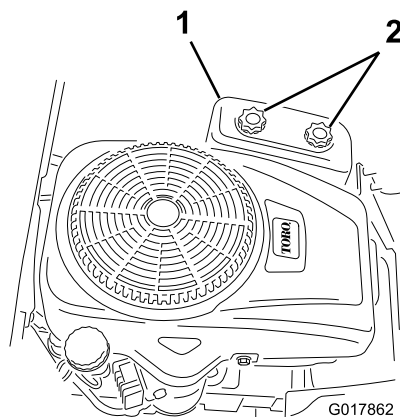

Figura 26
4. Retire la tapa del limpiador de aire desenroscando los 2 pomos (Figura 26).
3. Instale la tapa del limpiador de aire y apriete los dos pomos (Figura 26).